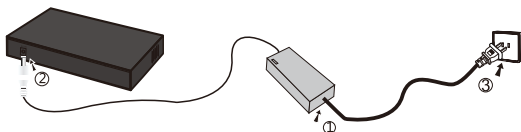

图1.1.2电源连接示意图
2. 外置式的需连接电源适配器，接入AC100~240V, 50~60Hz，DC输入12V，如图1.1.2所示。